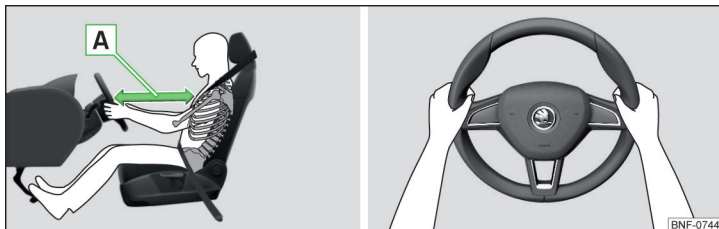

Abb. 4 Richtige Sitzposition des Fahrers / Richtige Lenkradhaltung
- ✓ Den Fahrersitz so einstellen, dass die Pedale mit leicht angewinkelten Beinen völlig durchgetreten werden können und der Abstand zwischen Lenkrad und Brustbein mindestens 25 cm beträgt » Abb. 4 - A.
- Während der Fahrt das Lenkrad mit beiden Händen seitlich am äußeren Rand in der „9-Uhr“- und „3-Uhr“-Position festhalten » Abb. 4. Niemals das Lenkrad in der „12-Uhr“-Position oder in einer anderen Art und Weise festhalten (z. B. in der Lenkradmitte, am inneren Lenkradrand u. Ä.). Anderenfalls könnte man sich bei der Airbagauslösung schwere Verletzungen an Armen, Händen und Kopf zuziehen.